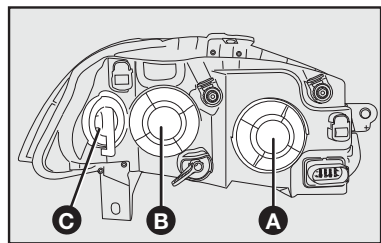

fig. 35
1) Girar a tampa **A-fig. 35** (para trocar a lâmpada do farol baixo) ou a tampa **B-fig. 35** (para trocar a lâmpada do farol alto) no sentido anti-horário e retirá-la:
6) Recolocar a tampa **A-fig. 35** ou **B-fig. 35**, girando-a no sentido horário.
- 2) Girar a tampa porta-lâmpada **C-fig. 35** no sentido horário e retirá-la.
- 4) Substituir a lâmpada e recolocar a tampa **C-fig. 35**, girando-a no sentido anti-horário.
- 1) Girar a tampa **B-fig. 35** no sentido anti-horário e retirá-la;
- 5) Recolocar a tampa **B-fig. 35**, girando-a no sentido horário.